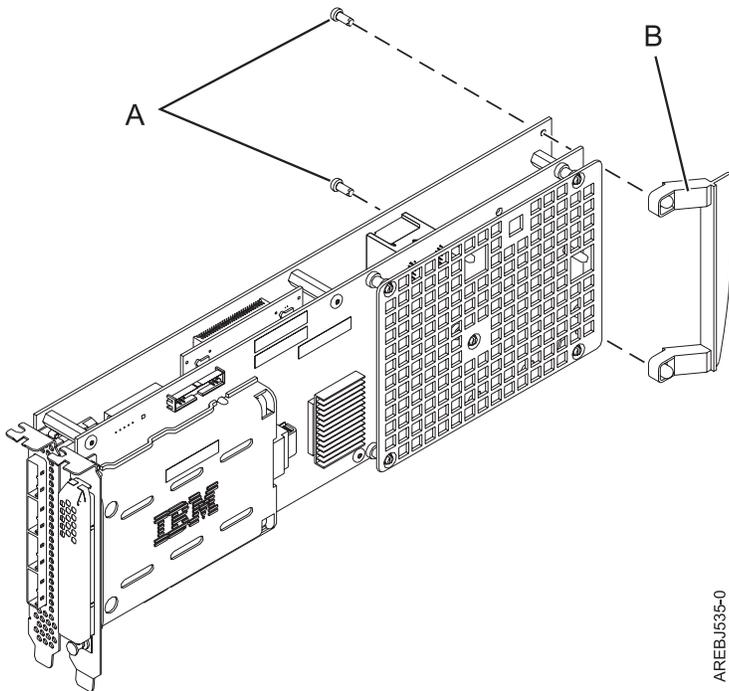

Figura 33. Conexión del asa del adaptador del casete
- a. Extraiga el asa del adaptador **B** según se muestra en Figura 33 en la página 44.